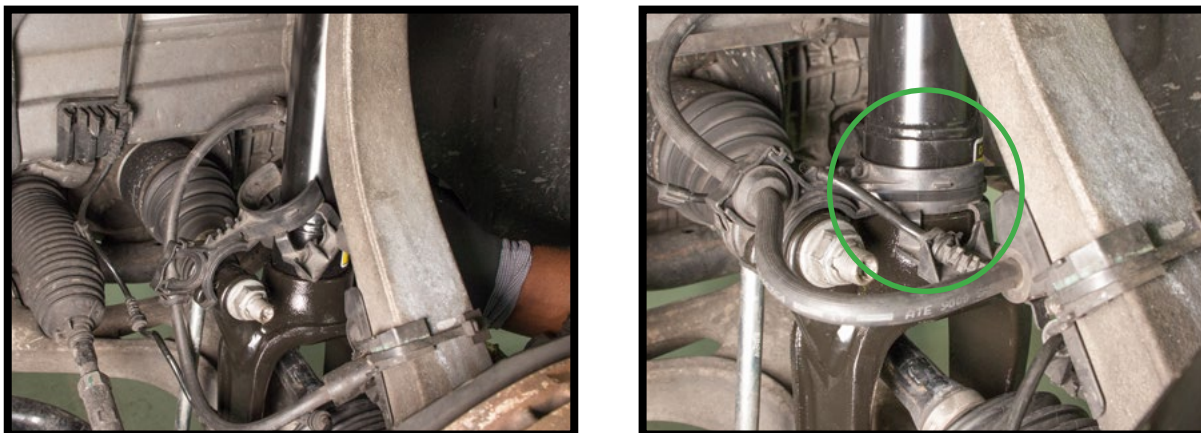

图10
4. 使用随产品提供的电缆扎带，将线束支架固定到减震器上。(图10)